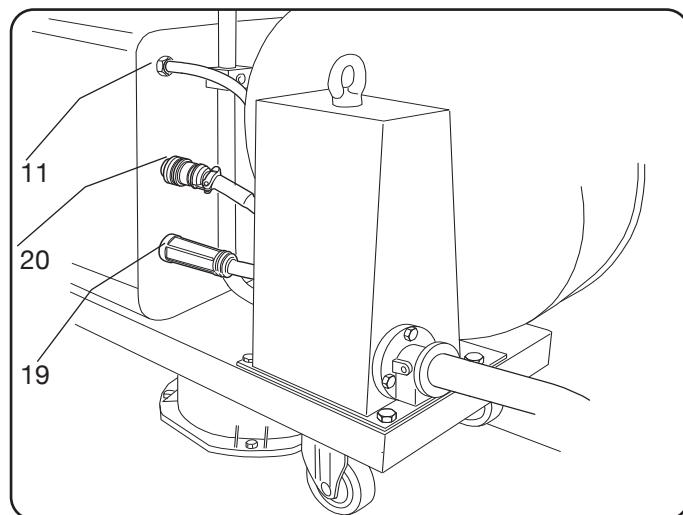

Fig. 5
- ◆ Evitar disponer la conexión bajo forma de bobina para reducir al máximo los efectos inductivos que podrían afectar la soldadura. Conectar la otra extremidad de la conexión BA al carro arrastrahilo (ver fig. 5).